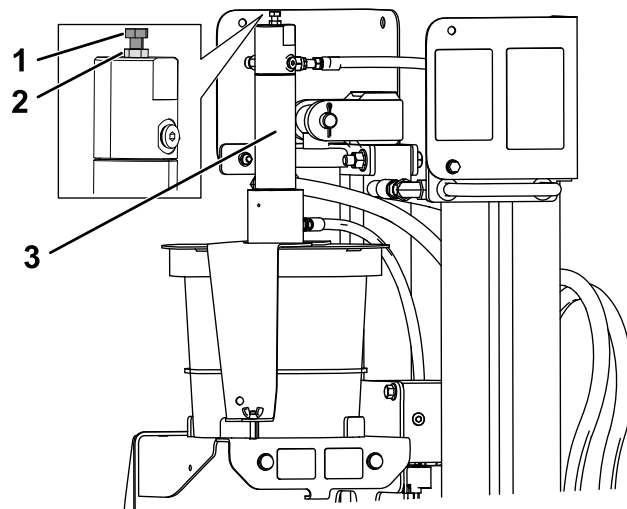

Figure 71
1. Desserrez l'écrou de blocage sur le boulon de réglage situé au sommet du piston de l'applicateur (Figure 71).